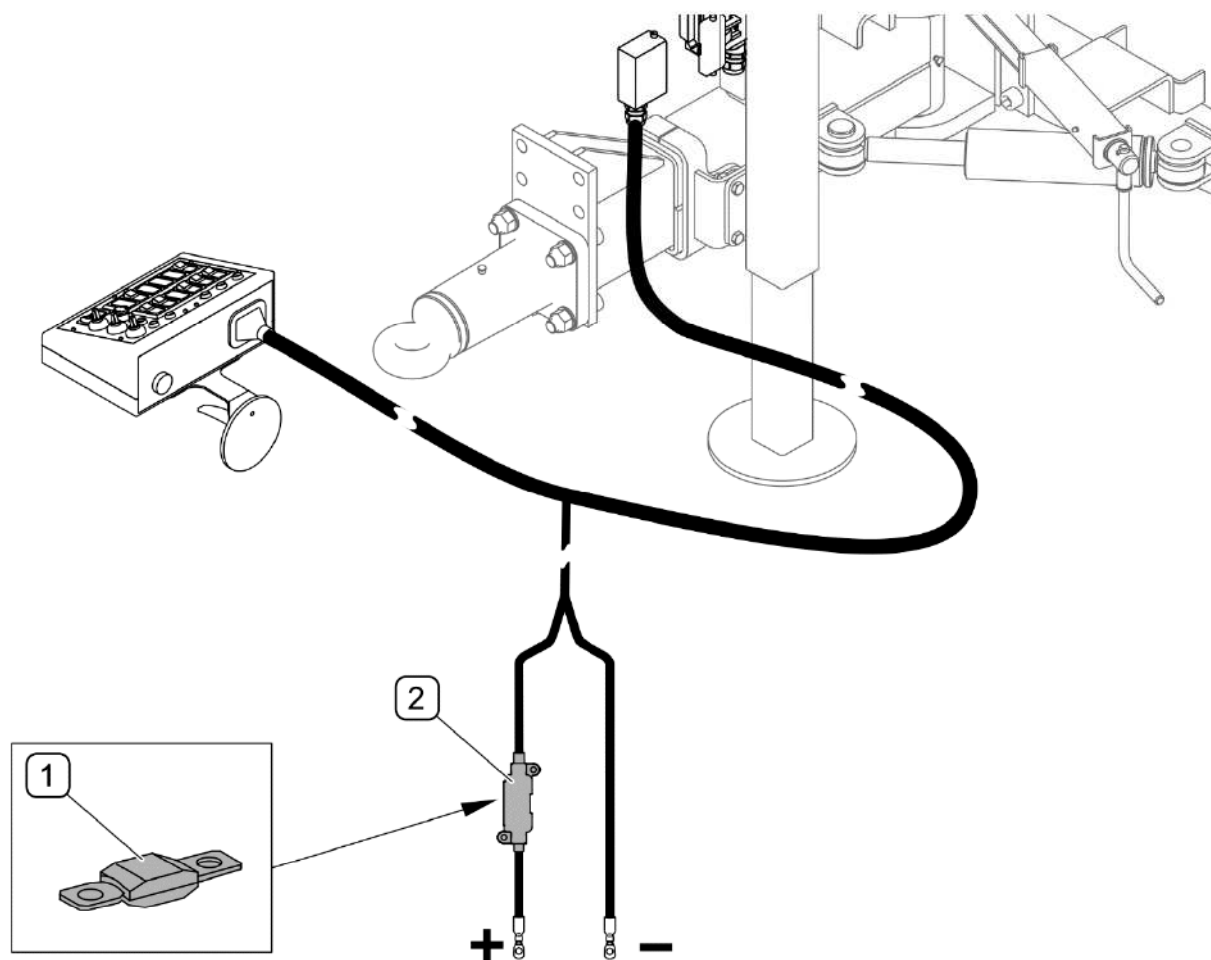

РИСУНОК 5.23 Предохранитель питания подметально-уборочной машины
(1) - предохранитель MIDIVAL 50A; (2) - корпус предохранителя
В корпусе (2) на питающем проводе, подсоединяемом к положительной клемме аккумулятора трактора, устанавливается предохранитель (1) MIDIVAL 50A (РИСУНОК 5.23)